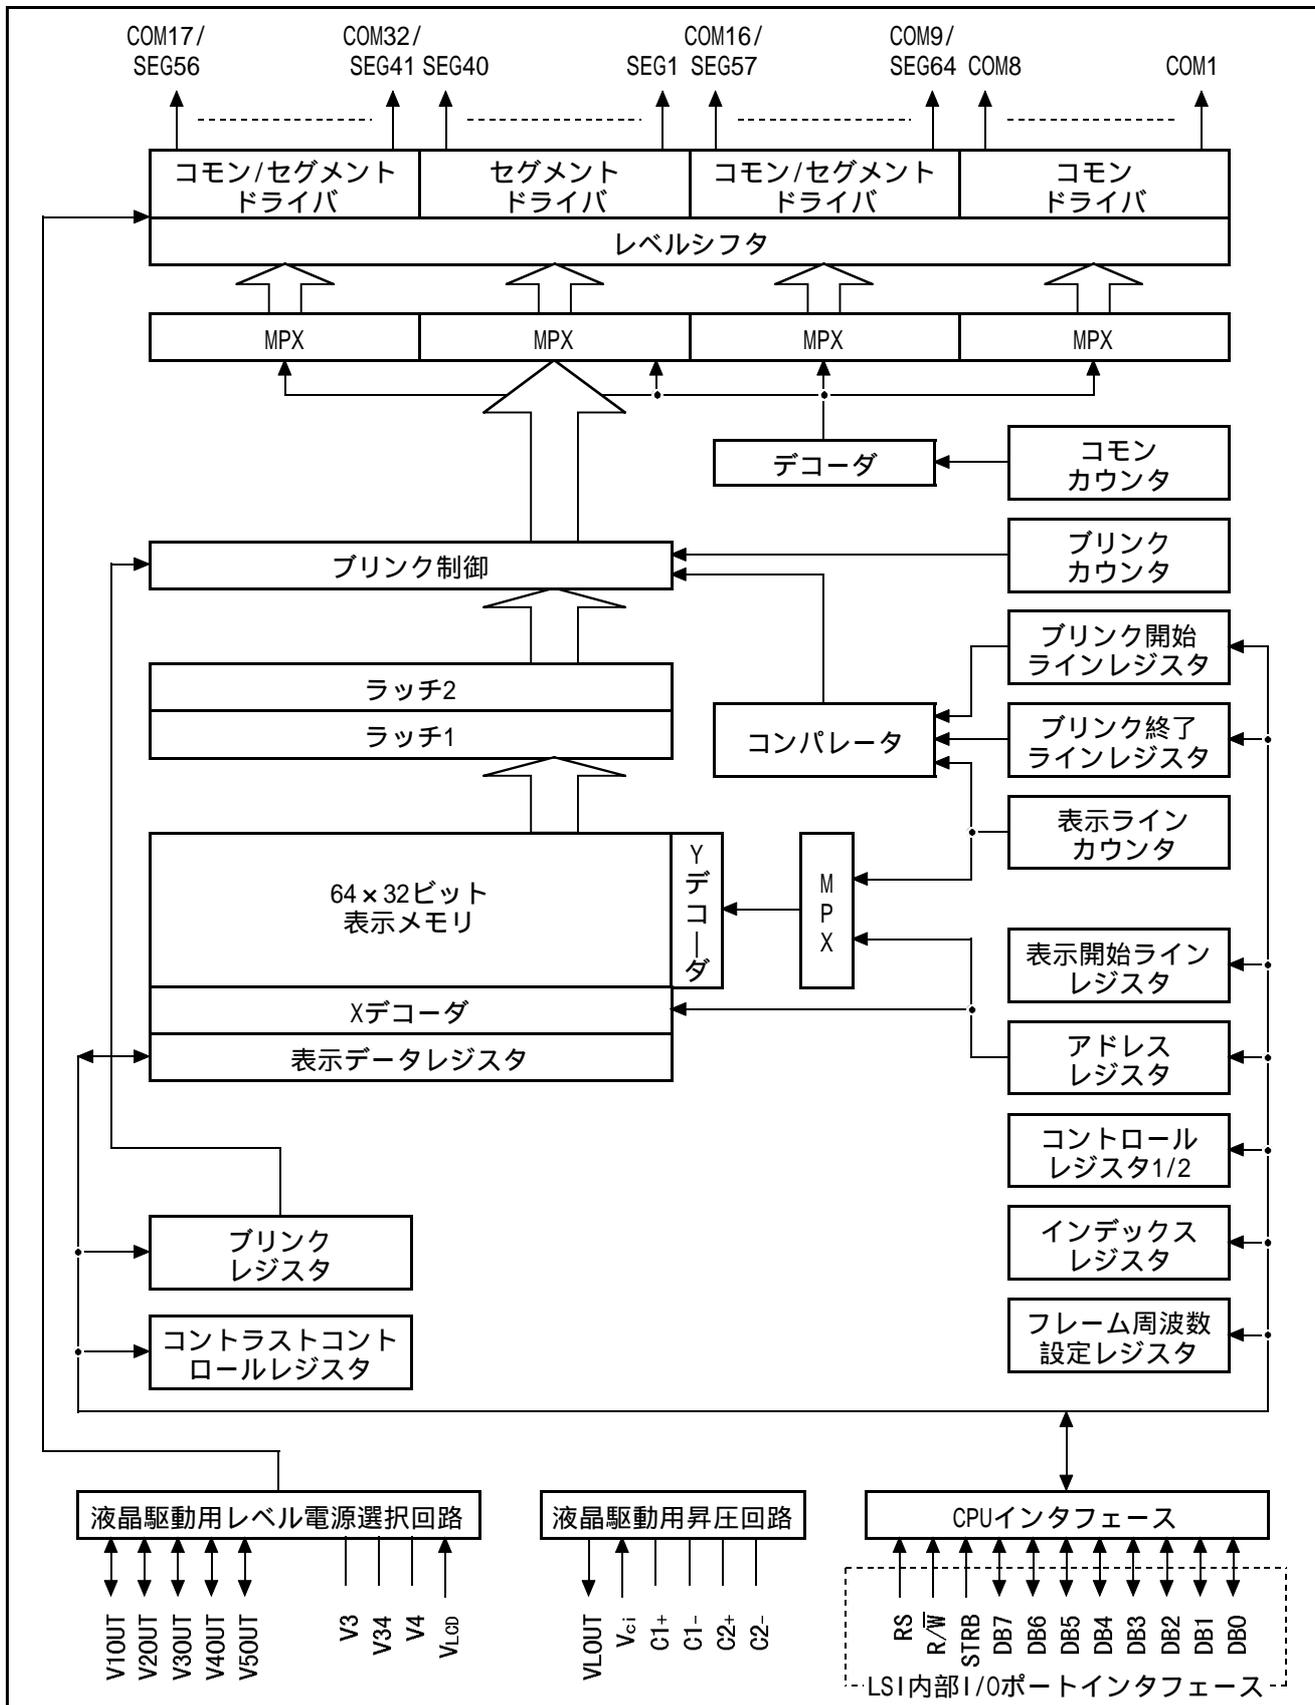

図2 ドットマトリクスLCDコントローラのブロック図
(2) 図2に本タスク例で使用するドットマトリクスLCDコントローラのブロック図を示します。